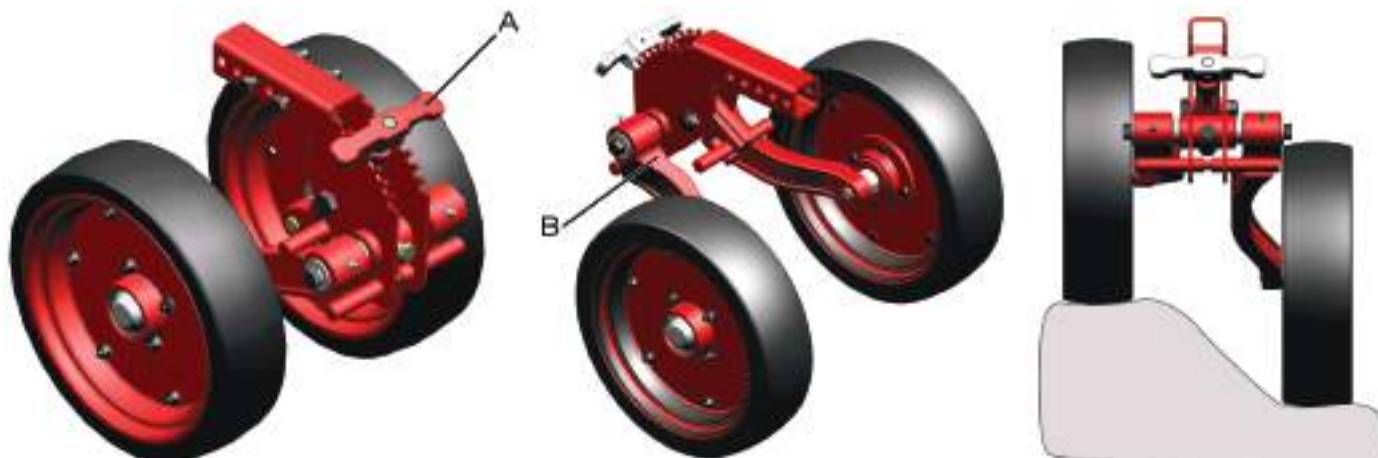

fig. 125
A limitação de profundidade é feita individualmente em cada linha. Para realizar o ajuste das rodas do limitador de profundidade, suspenda a semeadora afim de facilitar tal ajuste. Em seguida, faça a regulagem por meio do manípulo (A) (fig. 125), considerando que cada posição permite a regulagem de 1 em 1 cm. As rodas limitadoras (B) são independentes e conseguem acompanhar as irregularidades do solo, limitada sua articulação em função da regulagem.